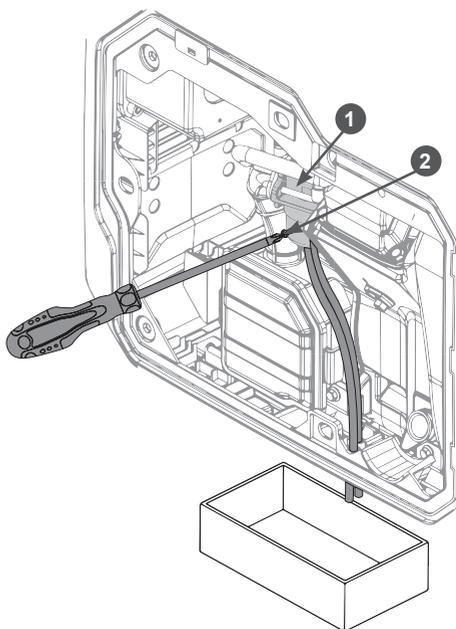

Рис. 17. Слив топлива из карбюратора
4. Поместите ёмкость под дренажные трубки карбюратора, выходящие под корпус генератора (Рис. 17).
5. Отвёрткой с крестовым наконечником на 2-3 оборота открутите на карбюраторе винт 1 и слейте топливо из поплавковой камеры в подготовленную для этого емкость (Рис. 17).
1. Слейте топливо из топливного бака и карбюратора (Рис. 17).